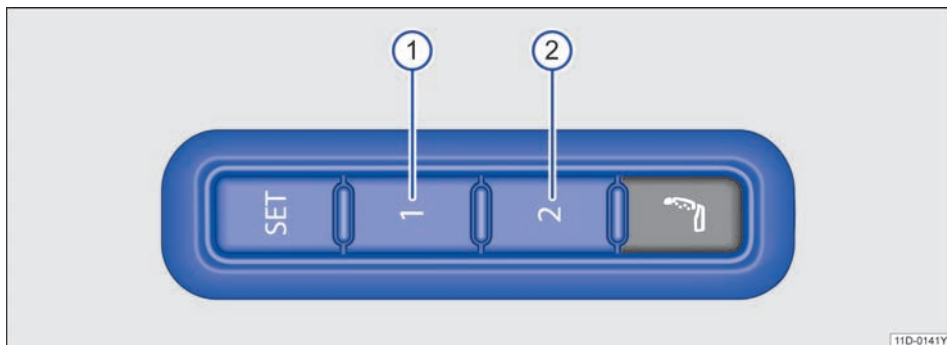

图 64 记忆位置图示
- 按压按钮  → 图 64。
- 在 10 秒钟内按压需要设置的记忆按钮 ① 或 ②。一个声音信号确认存储于该记忆按钮的位置设置成功。